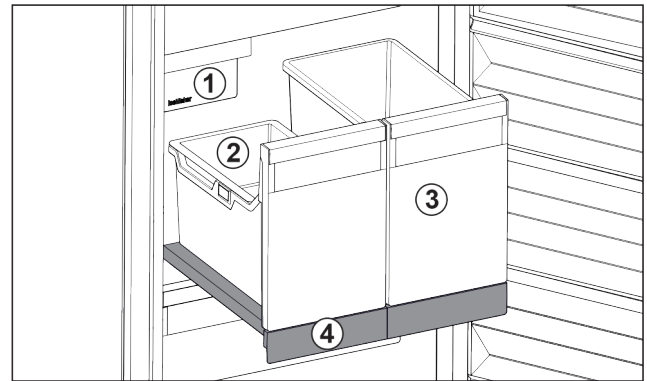

Fig. 95 Auszugsbord mit IceTower
Auf dem Auszugsbord sind zwei hohe Behälter (IceTower). Im Behälter Fig. 95 (2) werden Eiswürfel aus dem IceMaker gesammelt und gelagert. Behälter Fig. 95 (3) eignet sich für die Lagerung von hohen Lebensmitteln wie Pizzen oder alkoholischen Getränken.